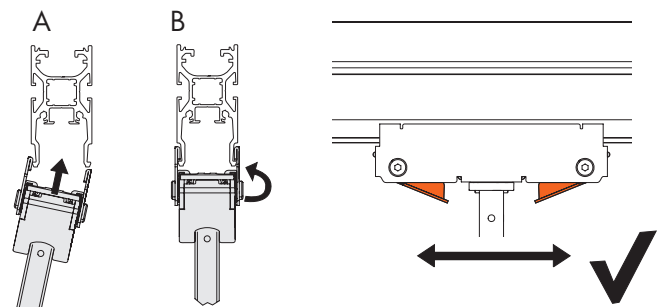

Fig. 27: Suspension et déplacement
3. Introduire l'adaptateur de suspension dans le rail de plafond Multi-Lane en l'inclinant légèrement (Fig. 27/A) et le remettre droit (Fig. 27/B).